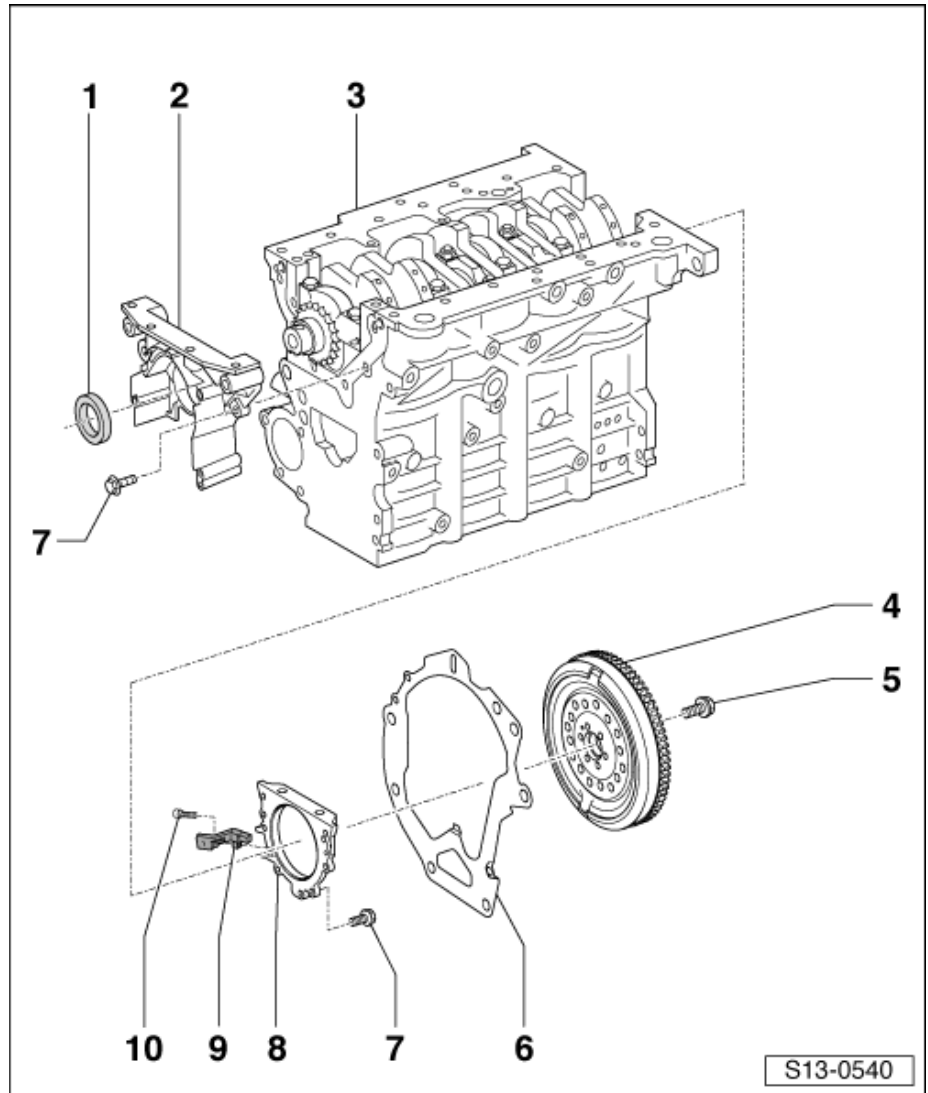

Abb. 1: Zwischenplatte einbauen
- ☐ wird am Dichtflansch eingehängt ⇒ Abb. 1 in **13-2** Seite 2